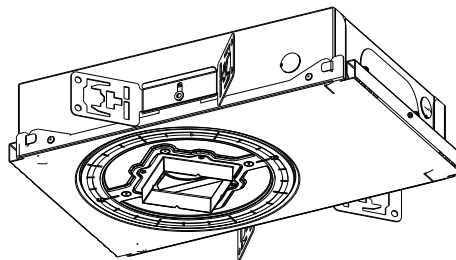

fig. 7
- c. Pliez les deux côtés à la distance requise pour votre méthode de montage (voir fig. 7).